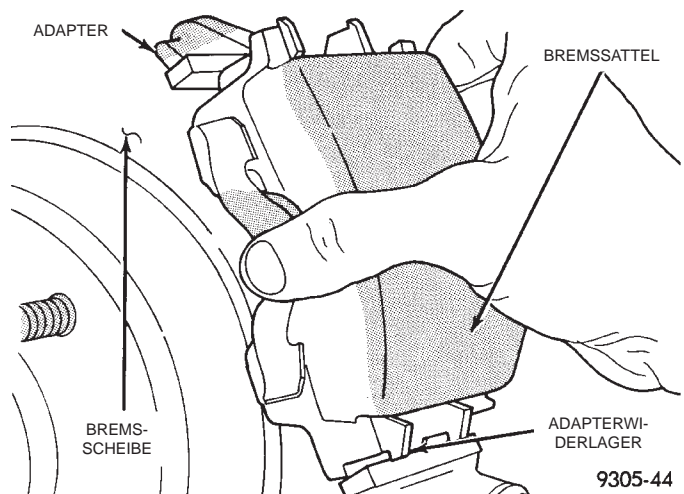

Abb. 44 Ein- und Ausbau des Bremssattels
(4) Bremssattel wie folgt vom Adapter lösen: Zuerst das freie Ende des Bremssattels vom Adapter wegdrehen. Dann den Bremssattel vom unteren gefrästen Widerlager am Adapter abheben (Abb. 44).
(7) Bremssattel und Bremsbacken vorsichtig über die Brems Scheibe schieben und auf den Adapter setzen. Hierzu das Verfahren zum Ausbau in umgekehrter Reihenfolge durchführen (Abb. 44).